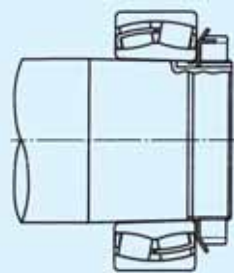
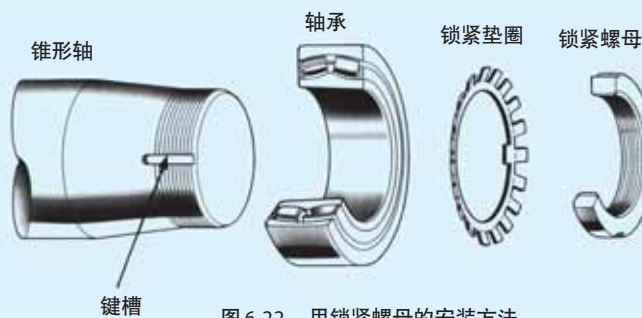

图 6.21 组装图(无间隔圈)
图 6.22 用锁紧螺母的安装方法
(1)利用锁紧螺母进行安装(见图6.21、图6.22)
(a) 无间隔圈时(见图6.21、图6.22)